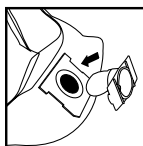

FIGURA 27
40. Coloque el deflector de entrada con la abertura mirando hacia el lado izquierdo o el lado derecho de la bolsa filtrante. Deslice el collar de la bolsa filtrante por encima del deflector de entrada, de manera tal que las muescas del collar de la bolsa coincidan con las lengüetas del deflector de entrada. La bolsa sólo encaja correctamente de una manera. **FIGURA 27.**